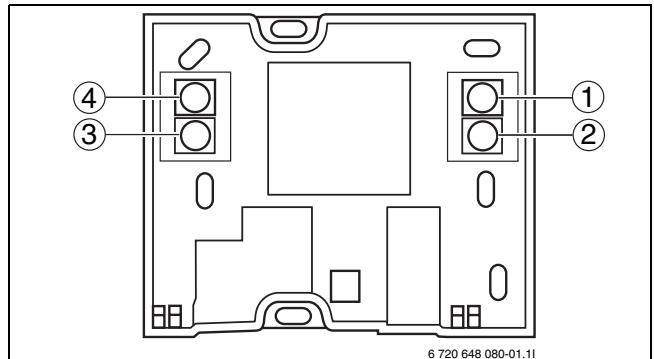

Fig. 22 Dimensions
- ▶ Vérifiez que les quatre câbles sont reliés à des bornes comme indiqué sur la Figure 22.
- ▶ Soyez attentif en reliant les connexions (figure 22) +12V, CANH, CANL et GND de la sonde d'ambiance aux connexions correspondantes de la carte. Voir le schéma électrique Connexions externes dans le manuel d'installation de la pompe à chaleur. Pour la description du bus CAN LCD, voir le manuel d'installation de la pompe à chaleur.